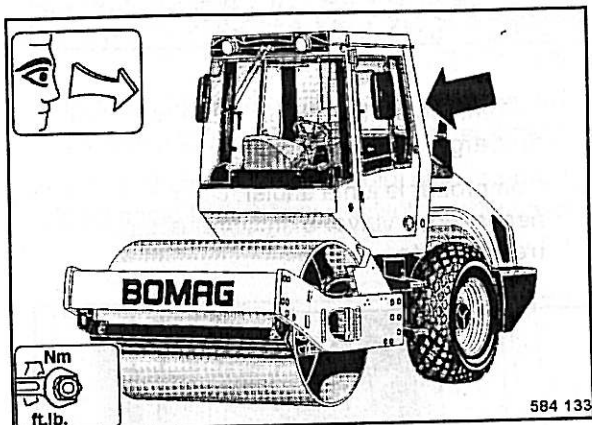

Fig. 122
- Comprobar la cabina y en especial la estructura del ROPS (Fig. 122) por grietas, corrosión, defectos y piezas de fijación ausentes.